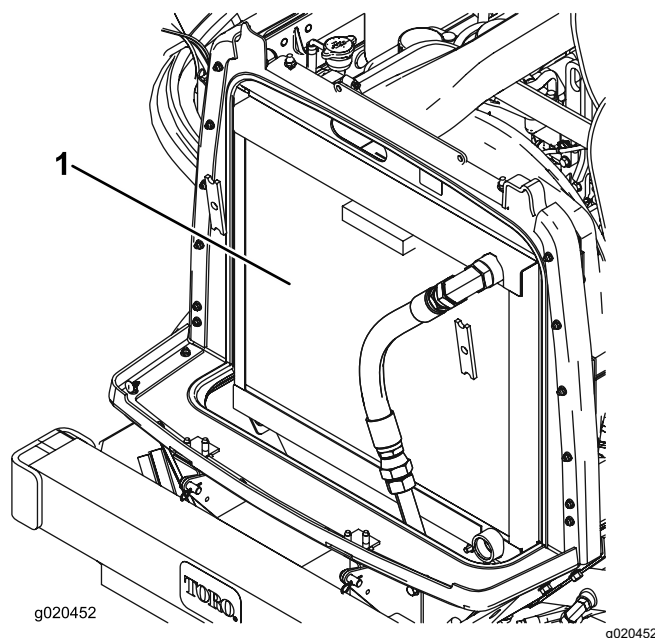

Figura 77
3. Limpie a fondo ambos lados de la zona del radiador/enfriador de aceite con aire comprimido (Figura 77).